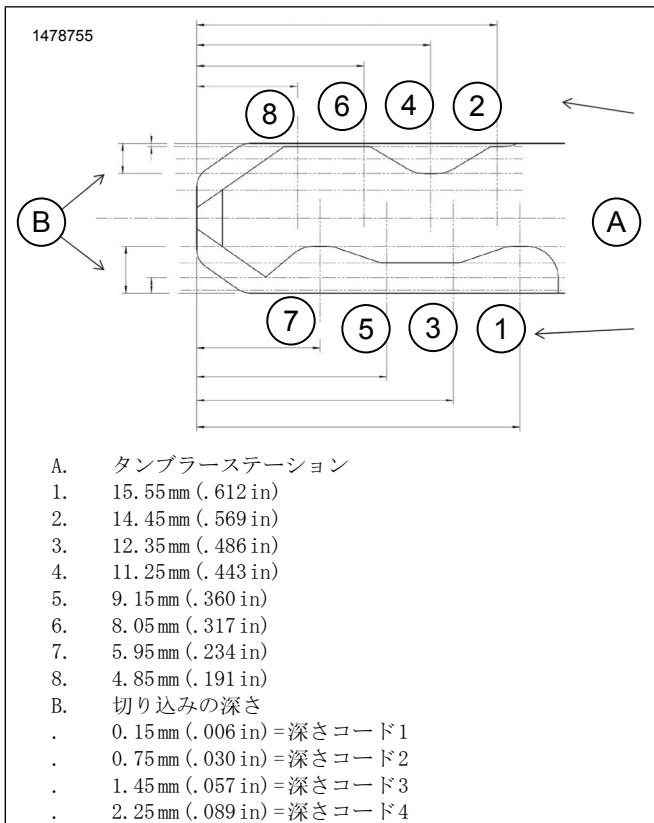

図3。キーコードの図
- 図3 標準装備(OE)の車両キーで、各キーステーションの切り込みの深さを決定します。
- 表3測定した切り込みの深さに基づいて、図3からキーの深さコードを書き込みます。